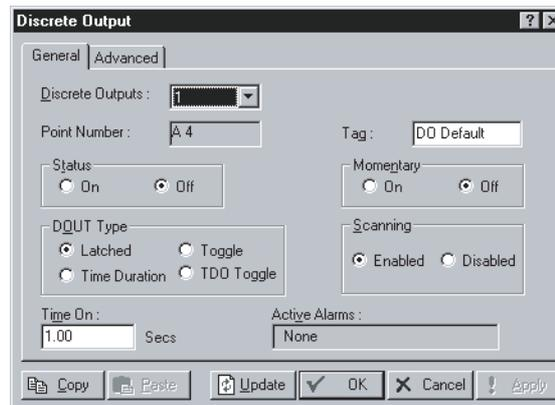

Figura 4-8. Saídas Distintas (Discrete Outputs)
1. Selecione Configure > I/O > **DO Points**. Consulte a Figura 4-8.